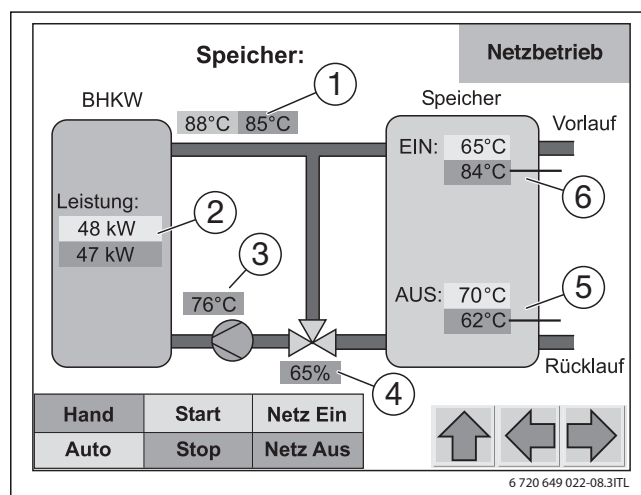

Bild 14 Betriebsbild „Speicher“ mit 3-Wege-Ventil
Wenn die Speichertemperatur unten [5] über den eingestellten Wert **Stoppunkt Speicher (RL)** steigt, ist der Speicher gefüllt und das BHKW wird angefordert (→ Bild 14).